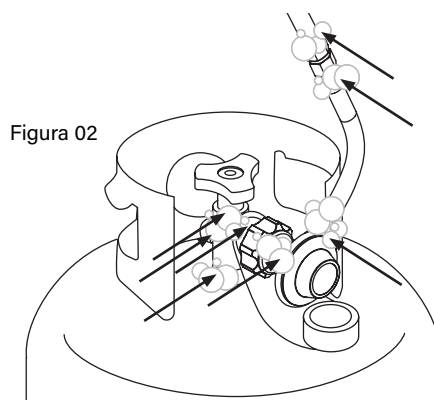

Figura 02
**PASO 02** Cepille la solución jabonosa en las áreas de unión de las válvulas y el regulador. (Indicado por flechas en la figura 02.)